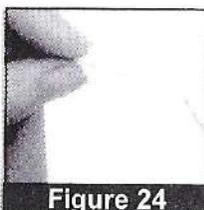

Figure 24
6. Tijerete los hilos con el cortador de hilo. (Figure 24)